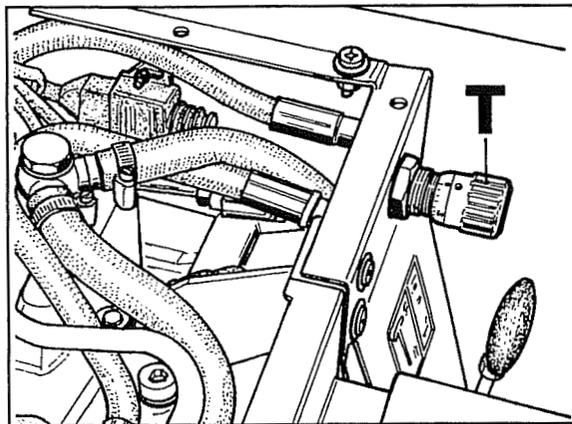
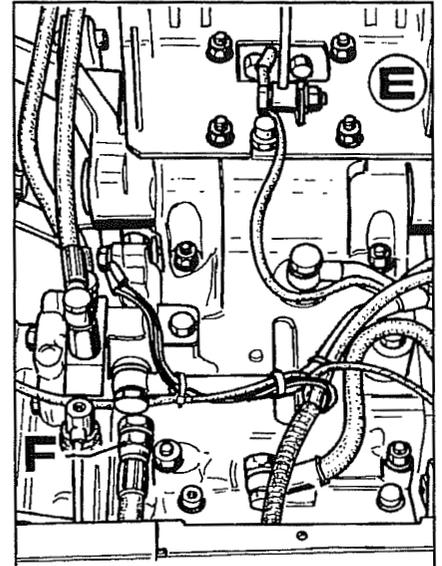

Fig. 9
Fig. 8
4. Enlever le support du siège E fig. 8, puis débrancher les câblages qui vont aux électrovannes, à l'interrupteur de fin de course et les fils de masse.
6. Débrancher la canalisation de refoulement de l'huile F fig. 8 du support des distributeurs et de la soupape T fig. 9 de refoulement de l'huile au cylindre.